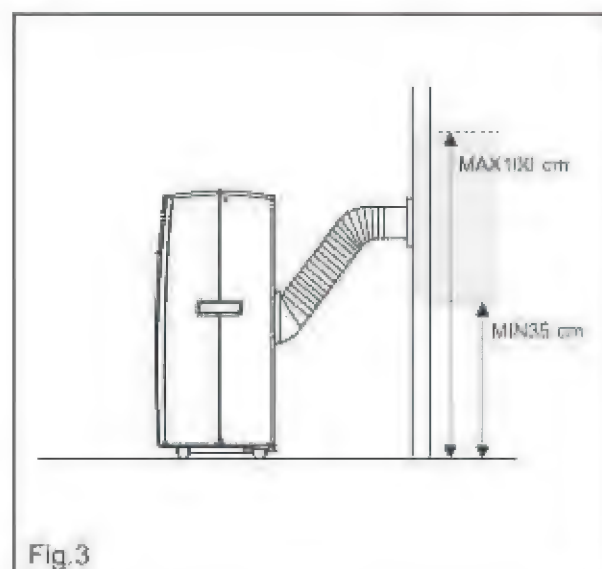

Fig.3
- Empalme el otro extremo del tubo flexible de salida con la brida fijada precedentemente a la pared tal y como se muestra en la Fig.3.